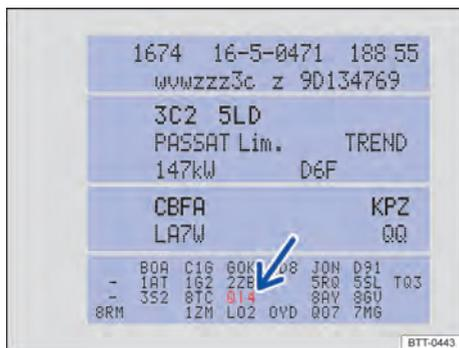

Fig. 203 Etiqueta de dados do veículo com número PR do respectivo serviço (Representação esquemática).
- Pelo número PR da etiqueta de dados do veículo → Fig. 203 (seta) → Página 307.